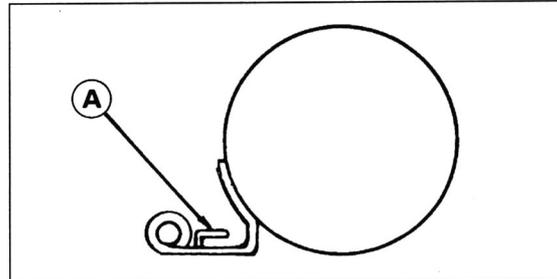

Bild 104
- Falls Pegel nicht korrekt, durch vorsichtiges Biegen der Schwimmerventil-Blechzunge «A» Bild 104 am Schwimmer Pegel richtig stellen.